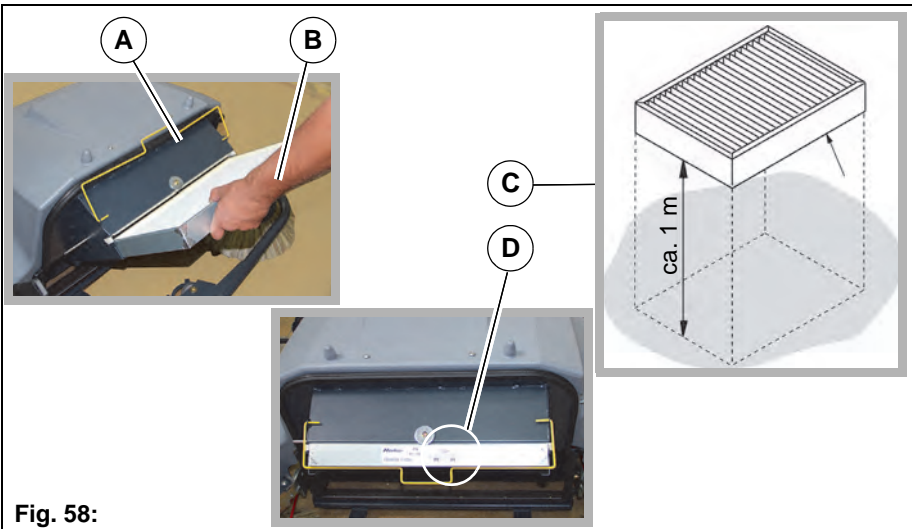

Fig. 58:
Rengjør filteret **Fig. 58-B** flere ganger daglig ved hjelp av risteenheten **Fig. 57-D**.
2. Vipp det gule håndtaket **Fig. 58-A** opp og trekk filteret **Fig. 58-B** ut av rammen.
3. La filteret falle vannrett på et glatt gulv fra ca. 1 meters høyde. Den tilsmussede siden skal peke i retning av gulvet **Fig. 58-C!**